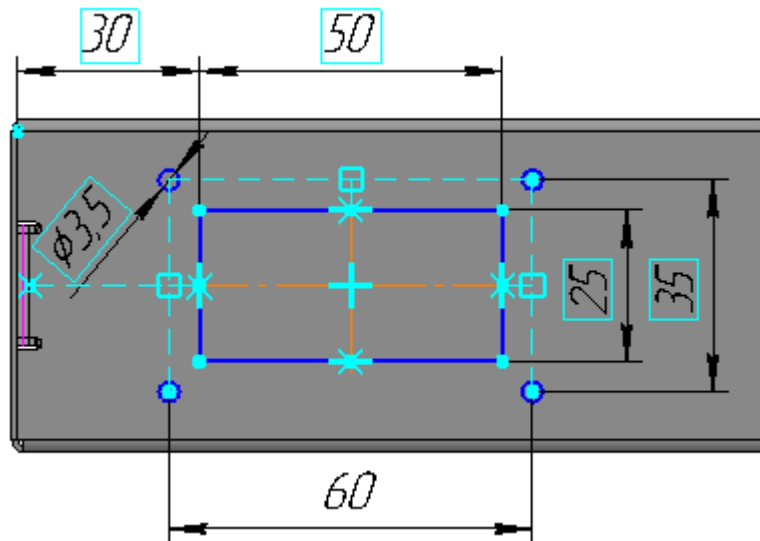

Рисунок 56.
- Проставьте размеры (рис. 56).